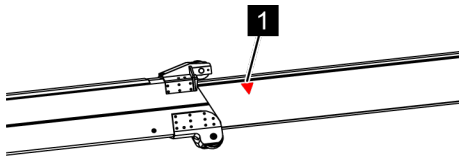

Fig. 123: Flèche rouge
- Rentrer toujours d'abord le bras télescopique jusqu'à ce que les flèches rouges (Voir la Fig. 123/1) sur les vérins ne soient plus visibles.